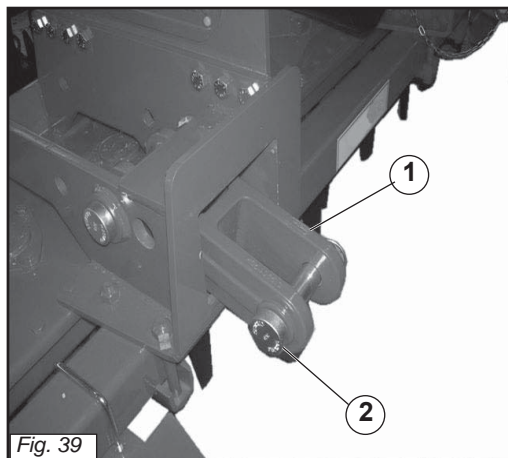

Fig. 39
Nelle figure sotto sono rappresentate le bielle di attacco alle parallele del trattore (1 Fig.39) con i loro perni e copiglie (2). La Ditta Costruttrice, declina ogni responsabilità per rotture sul trattore.
Alle Maschinen lassen sich an jedem Schlepper montieren, der mit einer universellen Dreipunkt-Kupplung versehen ist. Die darunter liegenden Bilder zeigen die Anschlüsse zu Schlepperheber, (1 Bild 39) komplette mit Bolzen und Splinte. Der Hersteller haftet nicht für Schaden am Schlepper.
- 1 - Accostare le barre del sollevatore ponendole all'interno delle bielle (1 Fig. 39), inserire il perno (2 Fig. 39) nel foro predisposto e bloccare con le copiglie a scatto.
- 1 - *Die Lenker des Krafthebers annähern und in die am besten geeigneten Pleuel schieben (1 Abb. 39). Den Bolzen (2 Abb. 39-) in das Loch stecken und mit dem einrastenden Splint blockieren.*